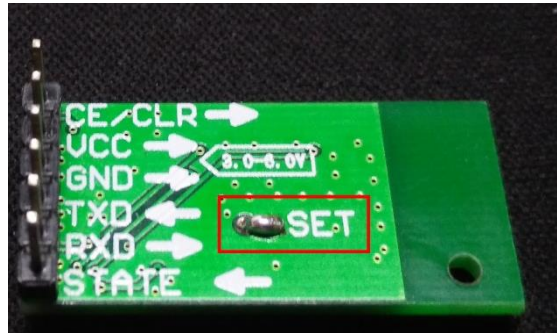

图 2 短接焊盘
1. 蓝牙模块有两个焊盘，如图 1 所示。先将这两个焊盘短接，如图 2 所示，再上电，即可进入蓝牙模块的命令模式。